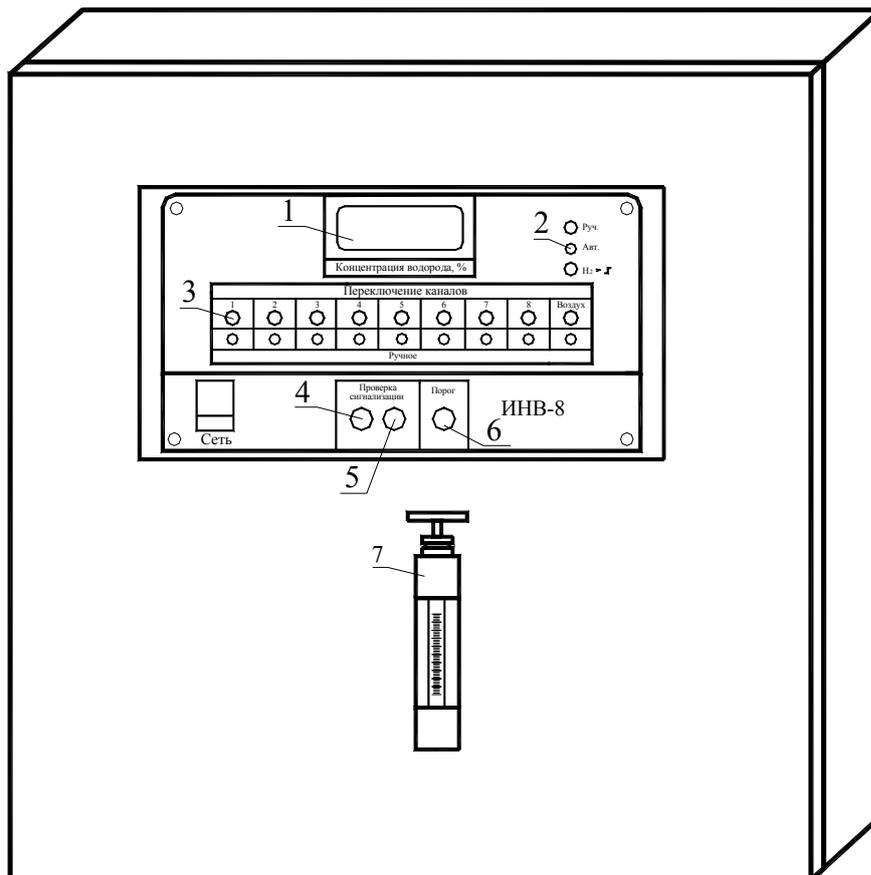

Рис.1 Внешний вид газоанализатора водорода ИНВ-8. Вид спереди.
1. Направление изменения показаний определяется положением тумблера 5 (рис.1)